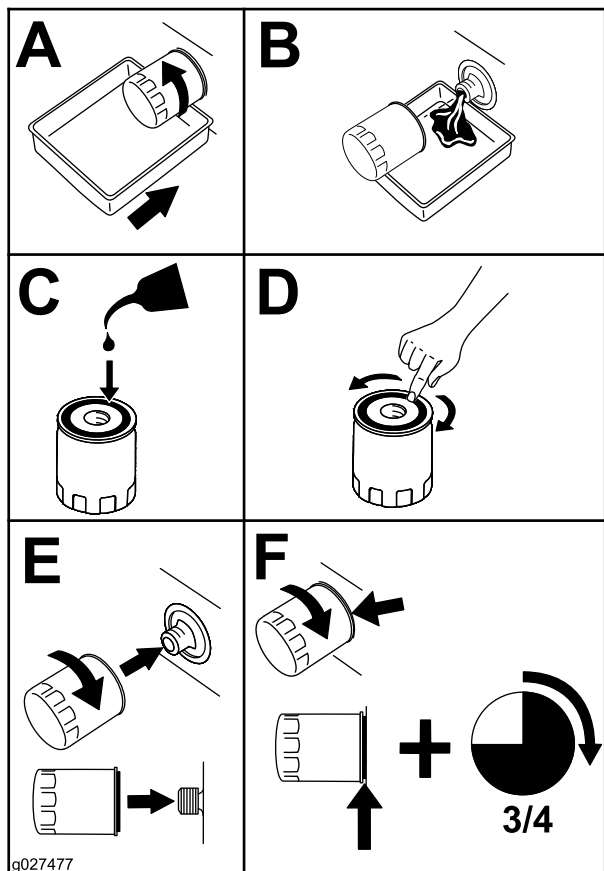

Figure 61
- Remplacez le filtre à huile moteur (Figure 61).